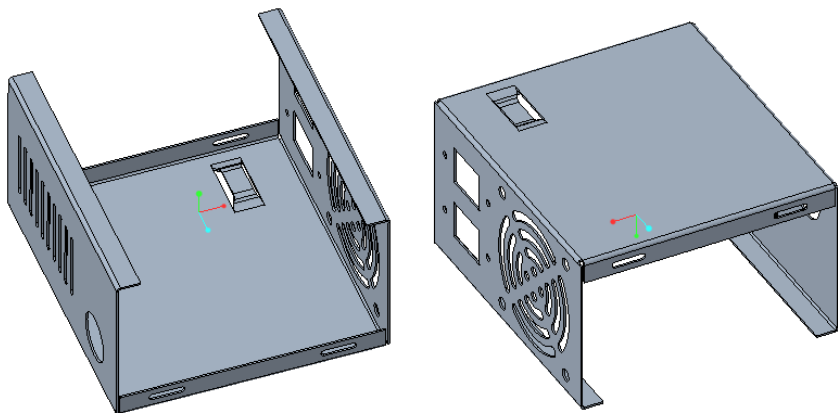

图 6-104 创建成型特征
(8) 在“凸模”选项卡中单击  (完成) 按钮, 创建的成型特征如图 6-104 所示。